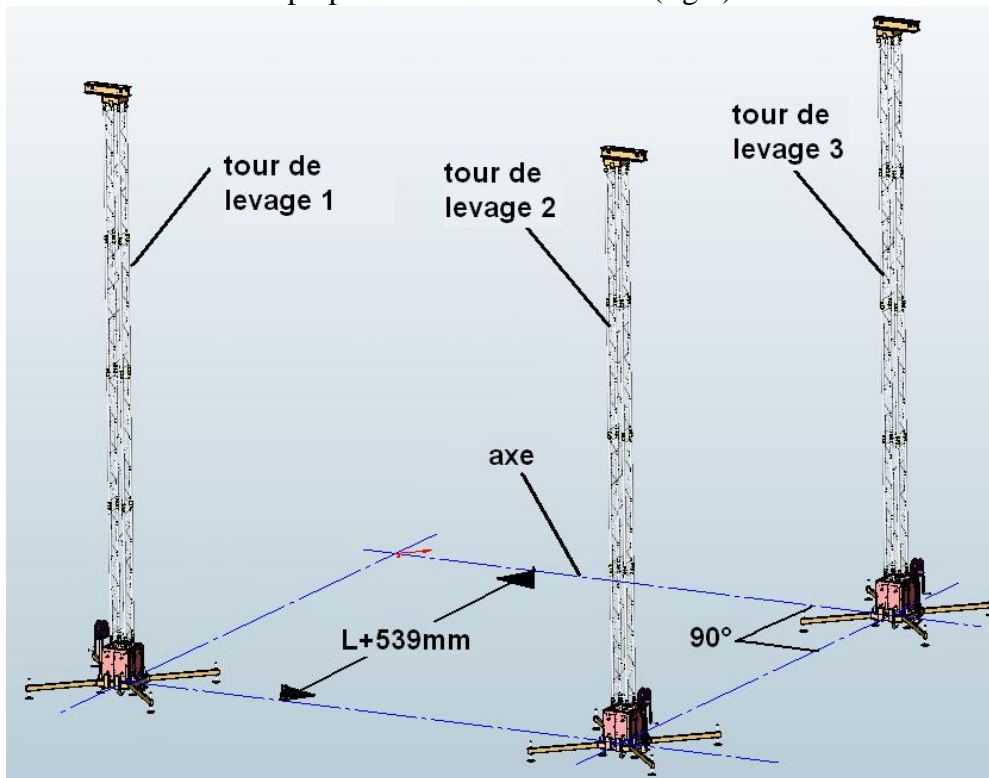

fig.3
- c) Positionner la troisième tour sur ce dernier axe à L+539mm de la tour 2, puis tracer au sol un autre axe perpendiculaire à ce dernier (fig.3)